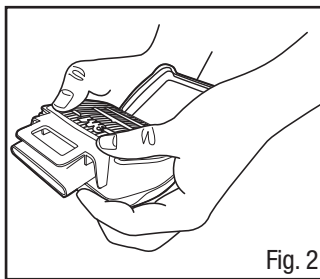

Fig. 2
2. Aligner la moitié la plus grande du dispositif avec l'arrière (côte plat) de la cartouche. À l'aide de vos deux mains, presser le dispositif de retenue contre la cartouche, en s'assurant d'appuyer sur les quatre coins de la cartouche et du dispositif de retenue de filtre (Fig. 2). Le dispositif de retenue de filtre comporte des indicateurs de point de contact sur chaque coin. Vous devriez entendre le dispositif de retenue s'enclencher.